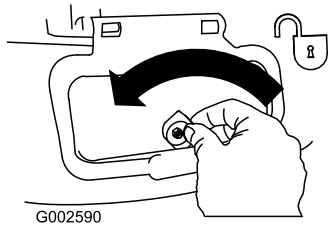

Figura 25
1. Desbloquee la puerta de descarga lateral (Figura 25).